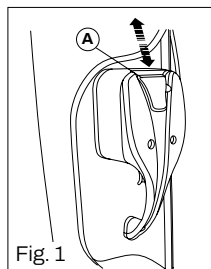

Fig. 1
(Fig. 1 y 2)
- La autocaravana está preparada con aperturas fijas para la ventilación (que no se deberán obstruir); las mismas se encuentran en algunas de las claraboyas en el techo, en el tope del peldaño de entrada, dentro de la estructura de los muebles y del suelo (Fig. 1 y 2).